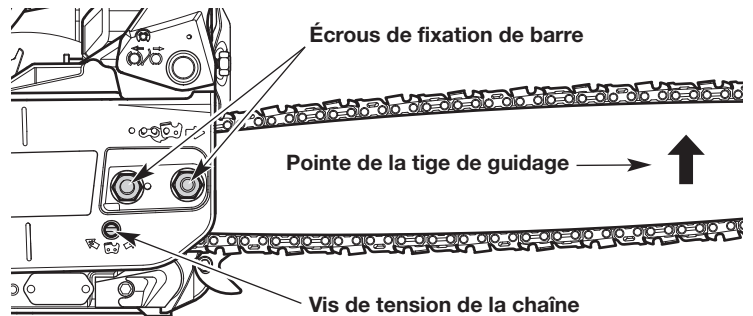

Fig. 26
2. Utilisez l'outil polyvalent ou une clé de 13 mm (1/2 po) pour desserrer légèrement les écrous du guide-chaîne (Fig. 26).
3. Tenez la pointe de la tige de guidage et utilisez un tournevis à tête plate pour visser la vis de tension de chaîne (Fig. 26).